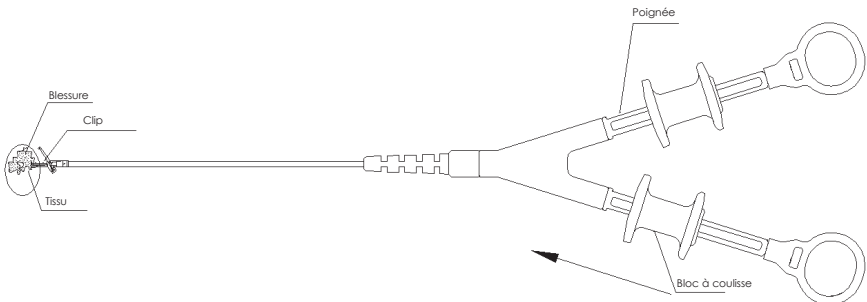
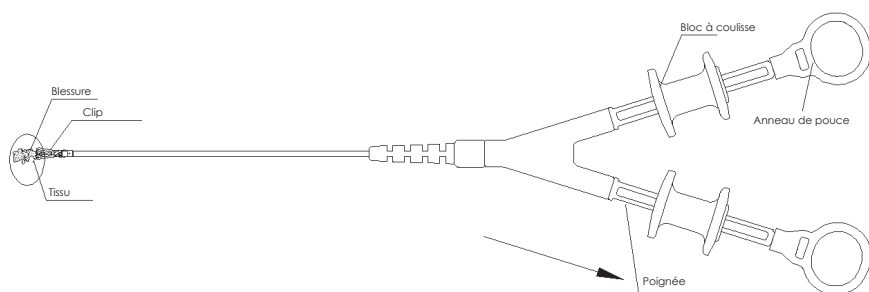

Fig. 6 Ouvrir l'autre clip
Fig. 7 Clampage
6. Dans un troisième temps, actionnez le bloc à coulisse sur la deuxième poignée pour ouvrir le clip sur le côté correspondant (comme indiqué sur la figure 6) ; puis dans un quatrième temps, terminez le clampage du clip sur le tissu (comme indiqué sur la figure 7).